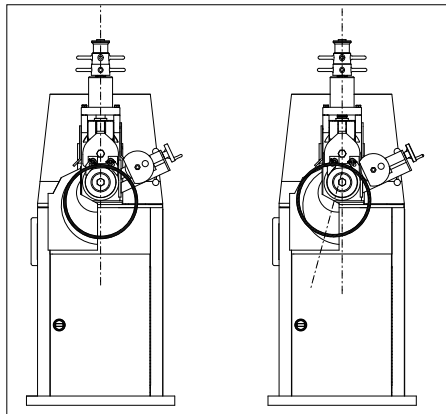

FIGURE 5
6. Au moyen du volant, faire avancer le rouleau stabilisateur vers l'intérieur jusqu'à la position indiquée dans la figure 5 de la page précédente. Serrer le manche de verrouillage.